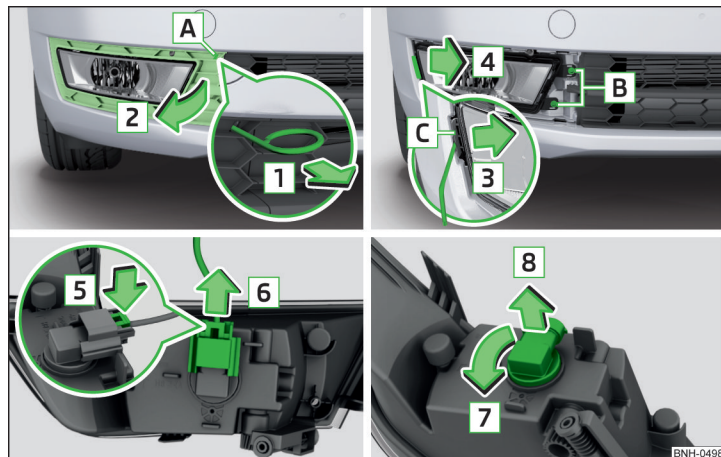

Fig. 185 Desmontar el faro antiniebla / Cambiar la bombilla
- Introducir en la apertura [A] » fig. 185 el estribo para retirar los tapacubos integrales » pág. 167, *Equipo de herramientas a bordo*.
- Monte el faro antiniebla en sentido contrario al de la flecha **4** » fig. 185 y enrósquelo.